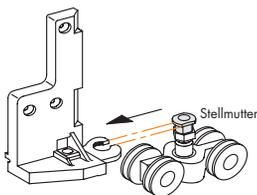

Bild 2 Stellmutter in richtige Position bringen und Laufwagen einschieben
Laufwagen (10) in die Stützplatte am Ecklager D (8) und Ecklager (17) einschieben. Dazu Stellmutter in richtige Position bringen, siehe Bild 2.